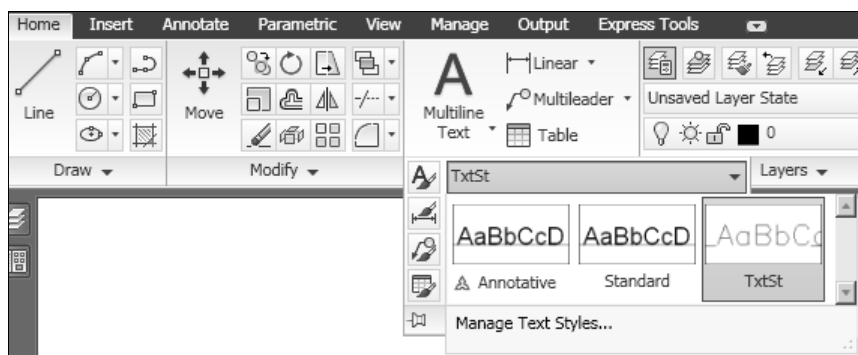

Рис. 11.4. Графическое меню на панели инструментов **Annotation** ленты **RIBBON**
- ♦ из графического меню **Text Styles** (Текстовые стили) на панели инструментов **Annotation** (Аннотация) на ленте **RIBBON** (ЛЕНТА) (рис. 11.4);
- ♦ "Провер." — **ML** (СЛ Середина влево), когда указывается середина прописных букв текста и его высота (на рис. 11.4 принималась равной 2.5), а сам текст прижимается влево и не ограничивается вправо.